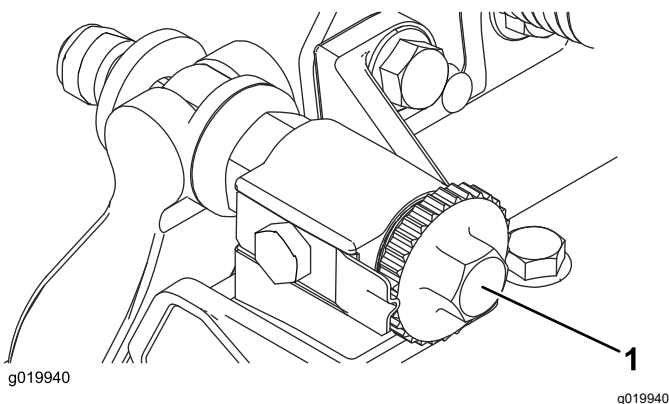

Figura 7
- A. Ruotate le viti di regolazione della barra di appoggio in senso orario (**Figura 7**), uno scatto alla volta, fino ad avvertire e a udire un leggero contatto.